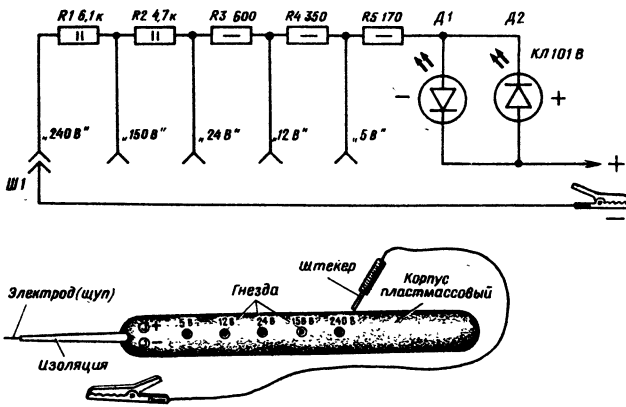

Рис. 11. Принципиальная схема и внешний вид электронного пробника на светодиодах
*Электронный пробник на светодиодах для определения величины напряжения и полярности тока.* Пробник, принципиальная схема которого приведена на рис. 11, позволяет определять наличие напряжения между двумя точками испытуемого устройства, его полярность и примерную величину. Принцип его работы основан на свечении светодиодов при протекании через них тока определенной величины.